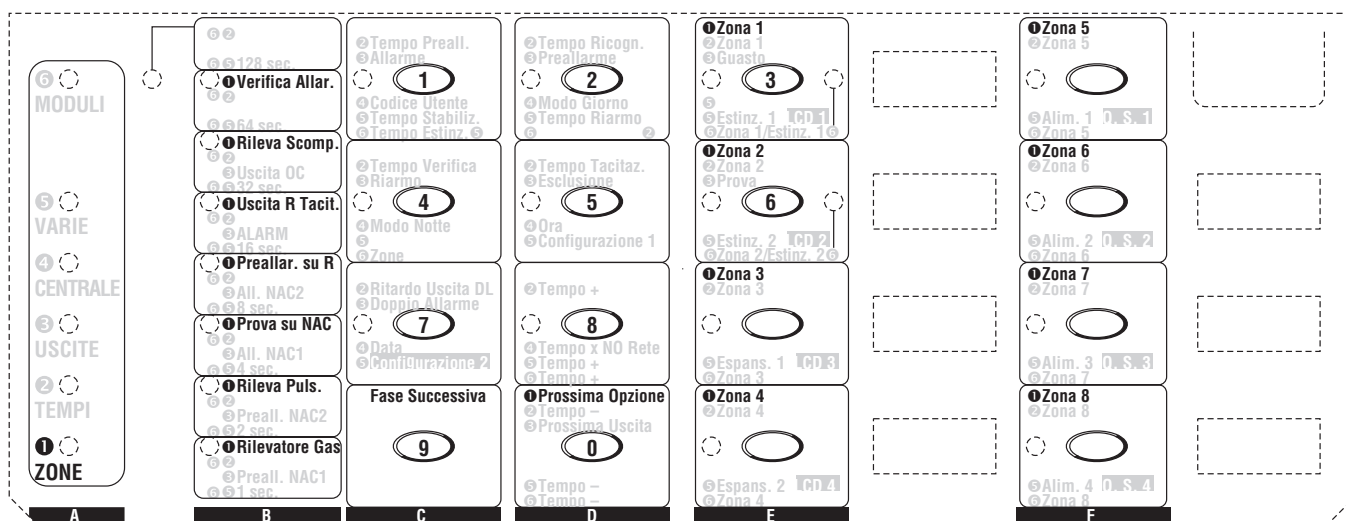

Figura 29 Programmazione Zone
La spia **ZONE** lampeggia per indicare che si stanno programmando le Zone: in questa fase il significato delle spie e dei pulsanti è quello indicato dalle scritte precedenti dal numero ❶, come mostrato in Figura 29.